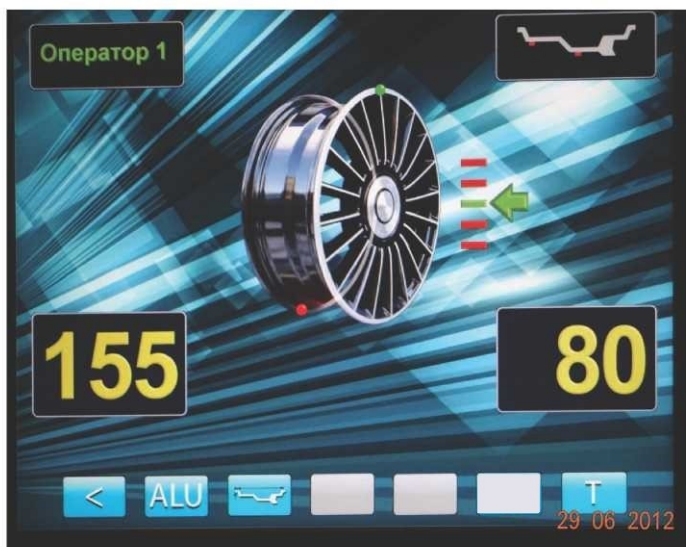

рис.12.1.
12.1.6. Запустите СБ, опустив защитный кожух, либо нажав кнопку «START». На экране основного рабочего режима изображение диска колеса начнёт вращаться. После окончания цикла измерения автоматически включится тормозное устройство и вал СБ остановится. В окнах 1 и 4 появятся значения масс балансируемых грузов в граммах, а на изображении диска появятся две красные точки, отмечающие места их установки (рис.12.1).